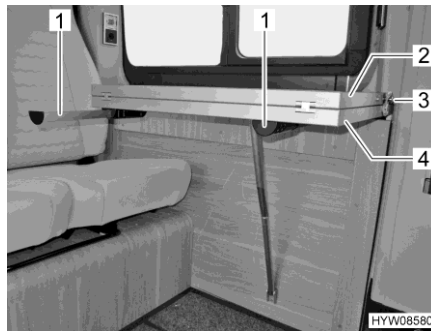

Bild 47 Tisch
- Die zwei Stützen (Bild 47,1) herausziehen.
- Sicherungsknopf (Bild 47,3) herausziehen und Sicherungsgurt von der Tischplattenverlängerung (Bild 47,2) abnehmen.
- Tischplattenverlängerung (Bild 47,2) ausklappen.
- Tischplattenverlängerung (Bild 47,2) einklappen.
- Sicherungsknopf (Bild 47,3) des Sicherungsgurts auf die Halterung an der Tischplattenverlängerung drücken.
- Die zwei Stützen (Bild 47,1) hineinschieben.
- Tischplatte (Bild 47,4) vorn leicht anheben.